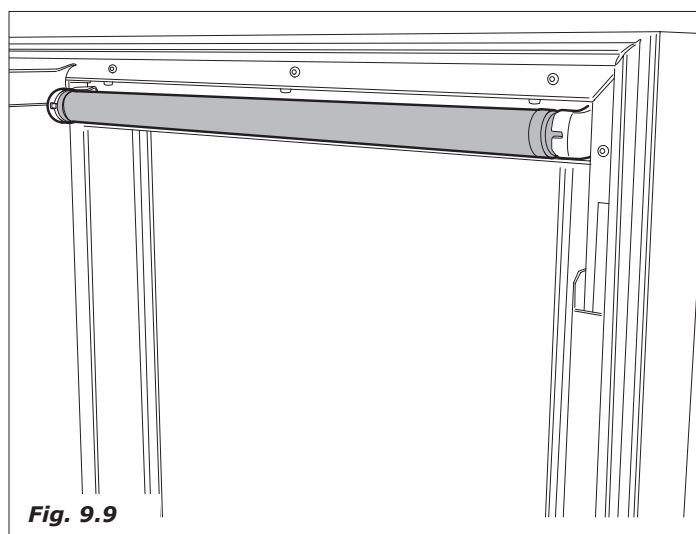

Fig. 9.9
- Substituir a lâmpada de neon (Fig. 9.9)